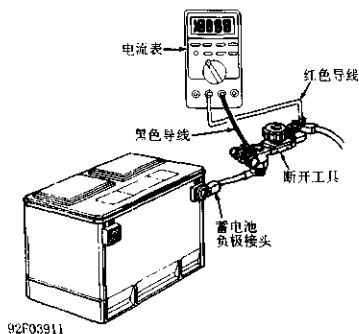

图 1-10 连接 Kent-Moore 断开工具(J-38758)
①关闭点火开关,拆开蓄电池负极电缆,将断开工具(J-38758)测试开关的正极与蓄电池负极电缆连接,将测试开关旋钮转到 OFF 位置(电流通过电流表)。将蓄电池负极端子与测试开关的负极连接。
②将测试开关旋钮转到 ON 位置(电流通过开关),将汽车上的附件(如收音机、空调等)打开,路试汽车。之后,将点火开关转到 LOCKED(锁止)位置,拔出钥匙。将电流表的端子连接到测试开关的端子上(图 1-10)。选择 10A 的量程。
③关掉所有电气附件,关掉车内灯、发动机罩灯、行李箱灯和门灯等。为避免损坏电流表,避免获得错误读数,在将测试开关旋钮转到 OFF 位置之前,所有附件都必须关掉。
④将测试开关旋钮转到 OFF 位置,以便使电流流过电流表。如果电流表显示电极方向错误,则将测试
查找间歇寄生负载问题需要将电流表和断开工具(J-38758)测试开关连接(图 1-10)。路试汽车,然后关闭点火开关,拔出钥匙。